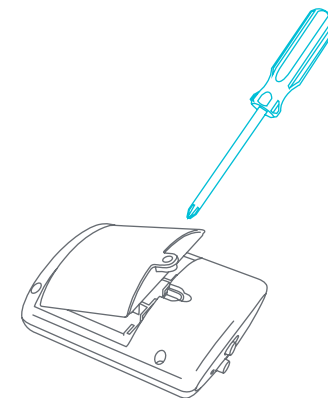

Fig. 6
- 6) • Remove the battery cover using a Philips screwdriver (Fig. 6). Install two size C batteries and replace the battery cover. Do not overtighten the screw.
- Use un destornillador Phillips para retirar la cubierta de las pilas (Fig. 6). Instale dos pilas tamaño C y reemplace la cubierta de las pilas. No ajuste de más el tornillo.